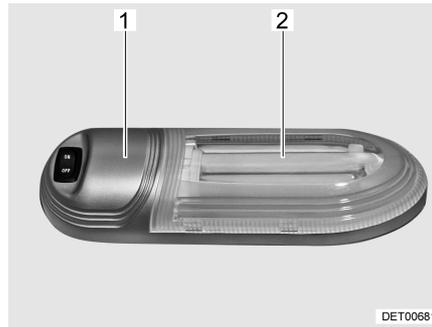

Bild 109 Garagenleuchte
- Transparente Abdeckung (Bild 109,2) gegen leichten Rastwiderstand nach rechts schieben und abnehmen.
- Kompaktleuchtstofflampe aus Gehäuse (Bild 109,1) nach rechts herausziehen und entfernen.